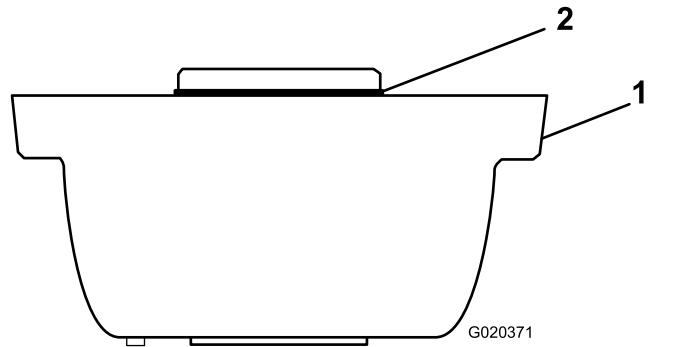

图 3
1. 轻轻润滑 O 形圈确保 O 形圈被安装在滚筒刷架 图 3 上。